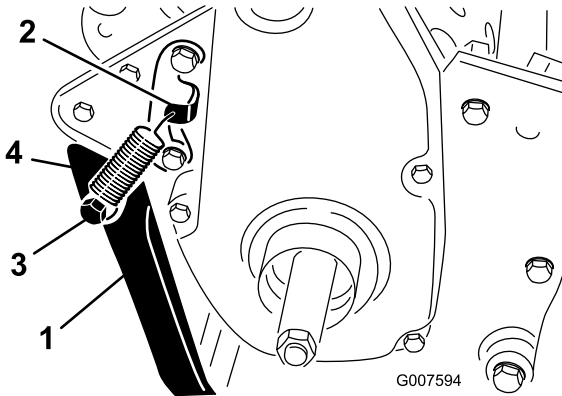

图6
2. 将弹簧钩入弹簧支架的孔中并在将支撑架与后机架中的安装孔对齐时将弹簧挂到弹簧柱螺栓上图6。
3. 用螺栓、隔片、扁平垫圈和锁紧螺母将支撑架安装到机器的两侧图6。